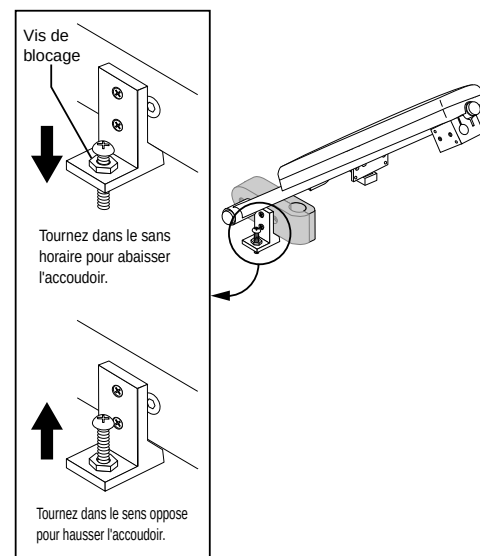

Figure 8. Réglage inclinaison accoudoir relevable
1. Relevez l'accoudoir perpendiculaire au plancher. Voir la figure 8.